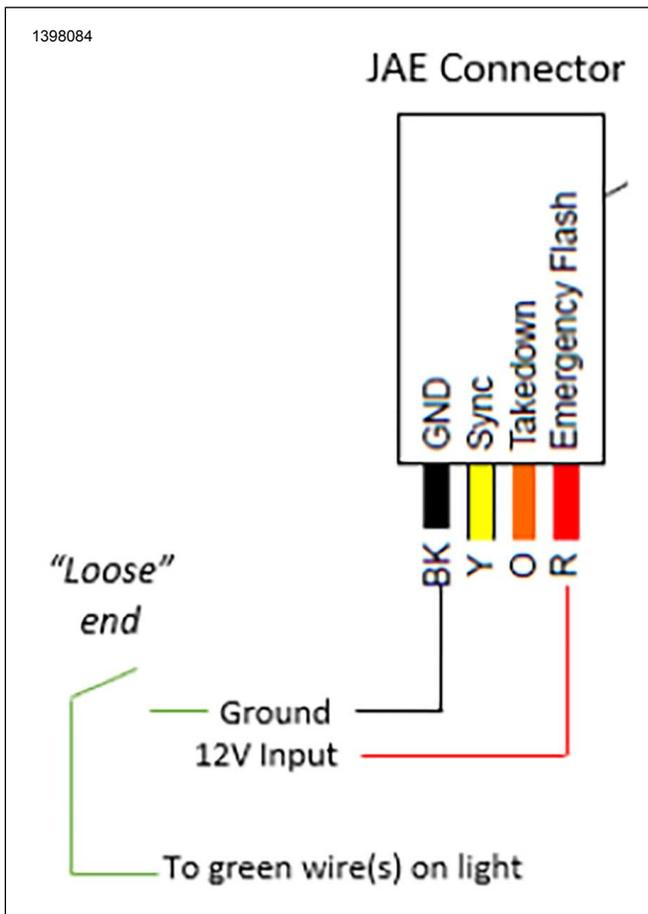

Figura 9. Configuración de la programación del color
1. Vea la Figura 9. Conecte la fuente de alimentación de 12V a la matriz de luz (requiere un cable suministrado por el concesionario).
2. Vea la Figura 9. Pele de los extremos de los cables VERDES en la luz.